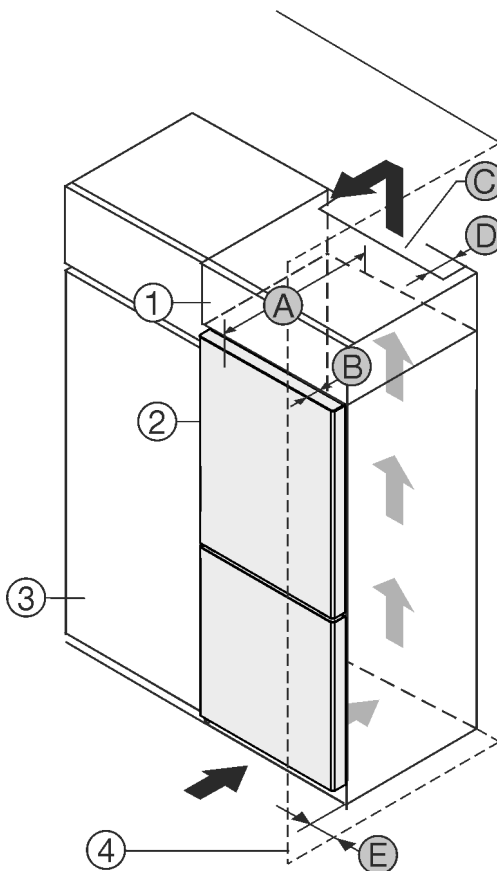

Fig. 1
Можете да поставите уреда непосредствено до кухненския шкаф Fig. 1 (3).
От задната страна на шкафа-пристройка трябва да има вентилационен отвор с дълбочина Fig. 1 (D) по цялата ширина на шкафа-пристройка.
Под тавана на помещението трябва да е спазено сечението за вентилация Fig. 1 (C).
Когато уредът се поставя с пантите до стена Fig. 1 (4), разстоянието между уреда и стената трябва да е поне 13 mm.
Когато уредът се поставя с пантите до стена Fig. 1 (4), разстоянието между уреда и стената трябва да е поне 20 mm.
За да можете да отваряте вратата изцяло, уредът трябва да е издаден с дълбочината на вратата Fig. 1 (B) спрямо челото на кухненския шкаф. В зависимост от дълбочината на кухненските шкафове Fig. 1 (3) и използването на детайли за отстояние от стената, уредът може да излезе още по-напред.